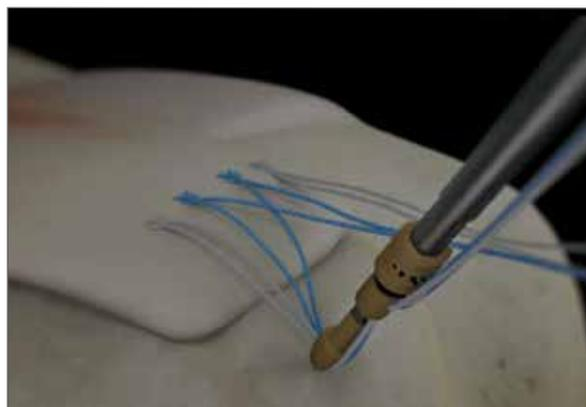

Abbildung 6
7. Platzieren Sie die Implantatspitze lateral der Sehne an der gewünschten Fixationsstelle. Stellen Sie sicher, dass die Öffnung des Ankers sowie die Fäden zum Gewebe hin ausgerichtet sind (**Abbildung 6**). Die Fäden nicht mit dem Implantat trennen. Richten Sie das Setzinstrument senkrecht zum Knochen aus bzw. in Linie mit der vorbereiteten Knochenbohrung.